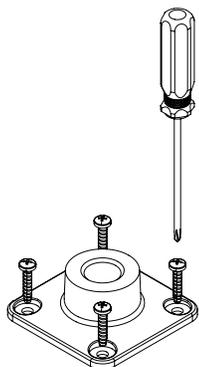

图 2
1. 使用四个木螺钉（未提供）可将装配架装在任何木制表面。如果安装非木质材料上，请使用符合材料要求的螺丝和支座（未提供）（参见图 2）。